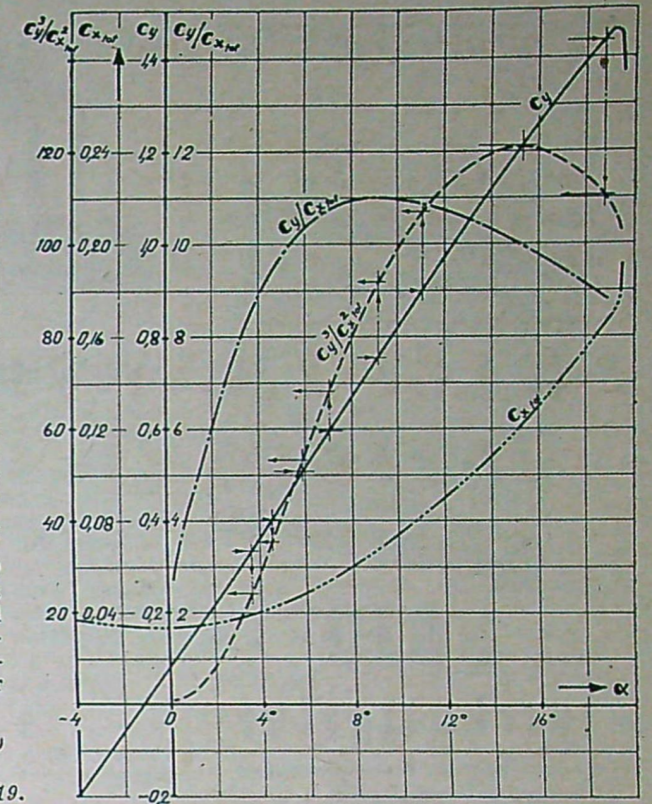

Fig. 19.
Propellerens drageffekt  $N \cdot \eta$  vid olika flyghastigheter är beräknad i tabell X. Till varje  $v$  motsvarande lyftkraftskoefficient  $c_y$  beräknas för vårt fall  $c_y \approx \frac{G}{F} \cdot \frac{2}{\rho} \cdot \frac{1}{v^2} = \frac{32,4 \cdot 2}{0,1250 \cdot v^2} = \frac{518}{v^2}$  och till ifrågasvarande anfallsvinkel motsvarande  $c_{y^2}/c_{x_{tot}}^2$  värde finns på fig. 19, uppritad efter tabell VI (man kan också rita bara  $c_{y^2}/c_{x_{tot}}^2$  kurvan som funktion av  $c_y$ ).
Värden till kolumn (1), (2), och (4) togs ur tabellen X till kolumnen (7) ur fig. 19. De övriga beräknas.